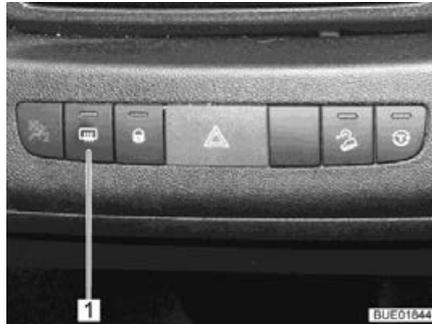

Bild 43 Schalter Außenspiegelheizung
- Den Schalter (Bild 43,1) am Armaturenbrett drücken. Die Kontrollleuchte im Schalter zeigt den Betrieb an.